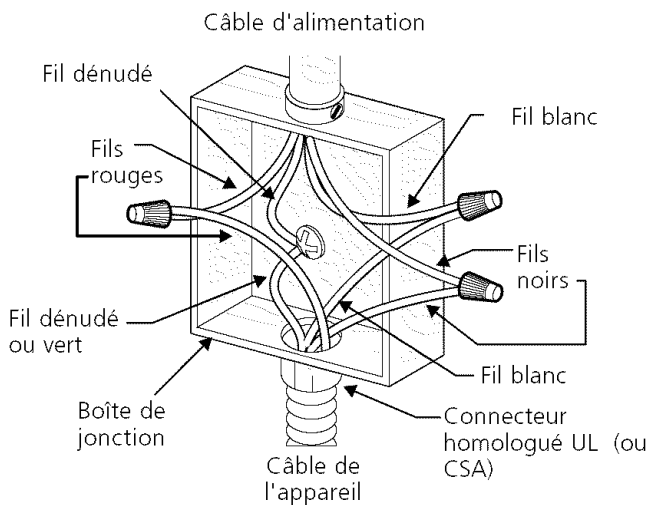

Figure 7 – BOÎTE DE JONCTION À 4 FILS
**Aux endroits où les codes locaux l'interdisent, ou si vous raccordez à un système électrique à quatre conducteurs, ne raccordez pas le conducteur de mise à la terre du châssis au fil neutre (blanc) de la boîte de jonction (voir figure 7):**